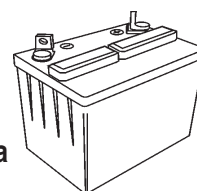

Figura 13. Batería
**Batería** - La batería de 12-voltio DC (Figura 13) esta cargada en **seco** y necesitará una adecuado nivel de electrolito para operar.